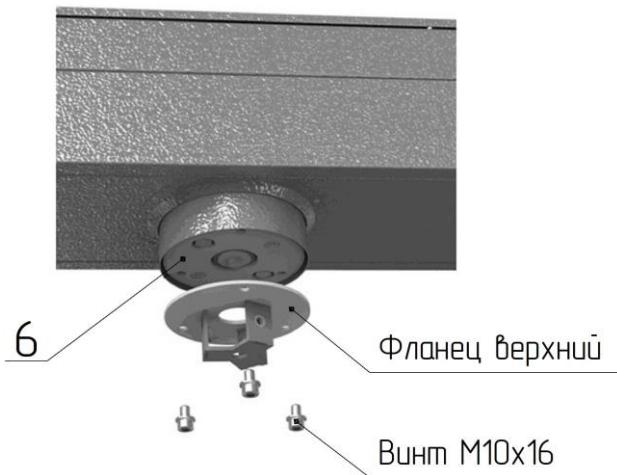

Рис. 5 Соединение верхнего фланца центральной стойки с диском муфты привода 6
- установите на диск муфты привода **6** (рис. 5) верхний фланец центральной стойки и закрепите винтами M10x16; нижний фланец прикрепите к фланцу вала напольной плиты **7** винтами M8x16;